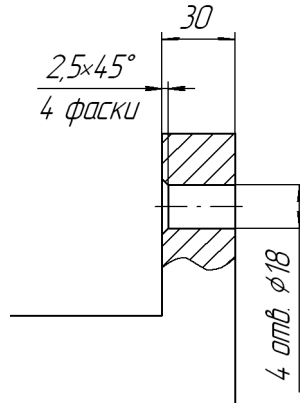

Рис. 51.26.
**Задание.** Выполните построение двух отверстий диаметром 18 мм в пластине, лежащей в основании вилки (рис. 51.26).